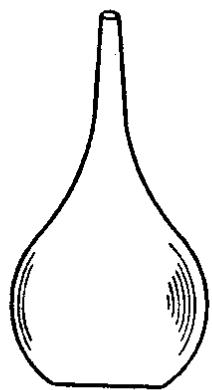

图 1-9 气球
6. 气球 气球为一般医用洗耳球 (见图 1-9)。用它吹走手表零部件、机心上的布毛、灰尘及其它脏物。